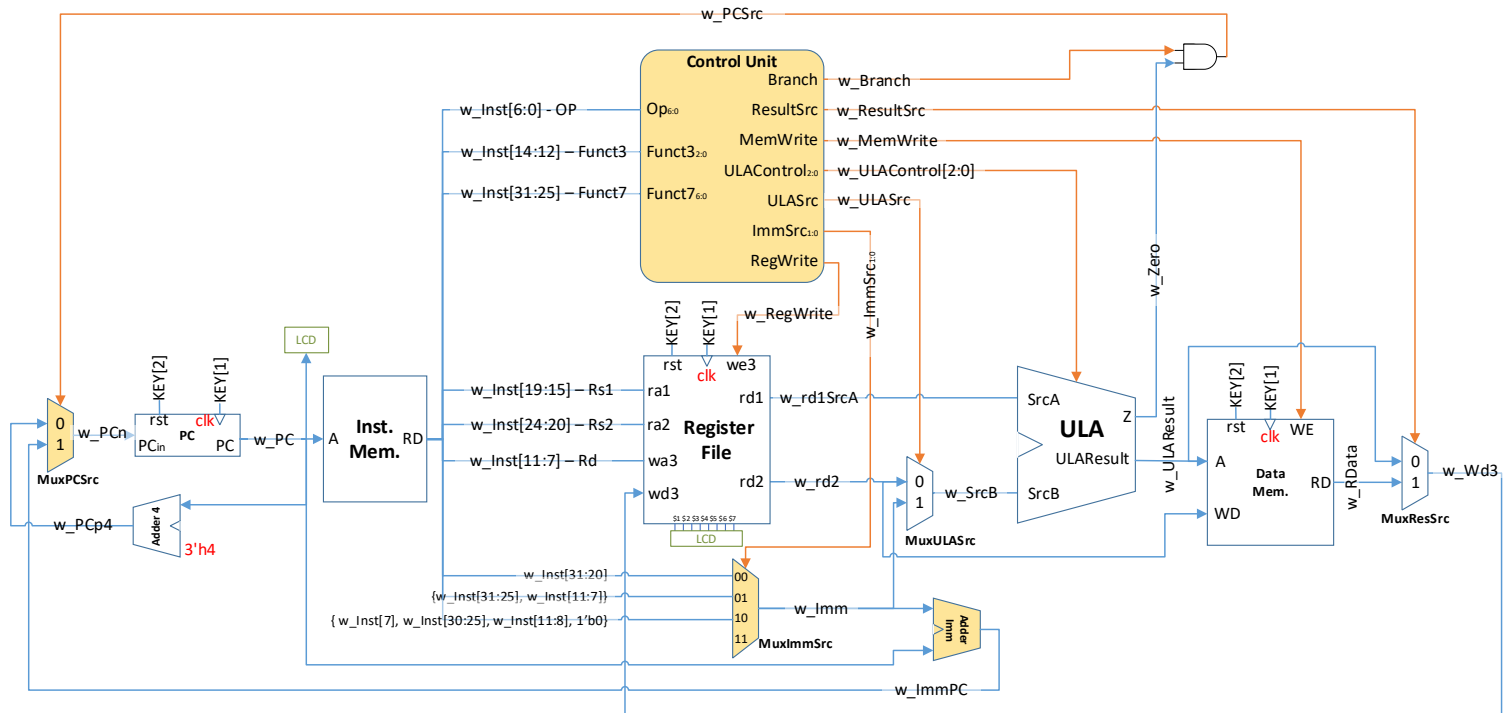

Figura 2 – Processador V0.3
3. A fim de completar a próxima versão da CPU v0.3, todos os módulos desenvolvidos até agora devem ser **instanciados** e **conectados** conforme o circuito da Figura 2.